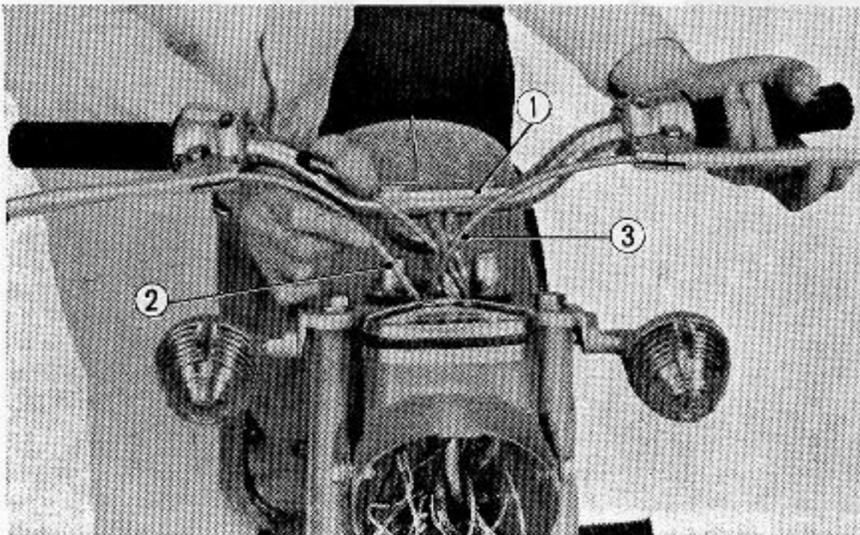

Abb. 4.6 Lenker ausbauen
(5) Vier 6×28 mm Sechskantbolzen lösen und obere Lenkerhalterung abbauen. Danach kann das Lenkerrohr zusammen mit den Kabeln ausgebaut werden. (Abb. 4.6)